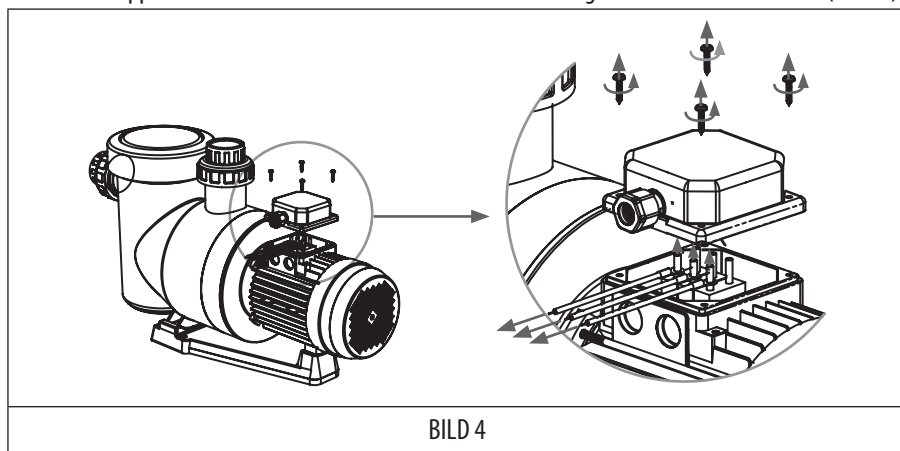

BILD 4
1. Skruva loss skruvarna för att öppna kopplingslådan. (BILD 4)
2. Koppla bort och ta bort de fabriksmonterade testledningarna från terminalblocket. (BILD 4)